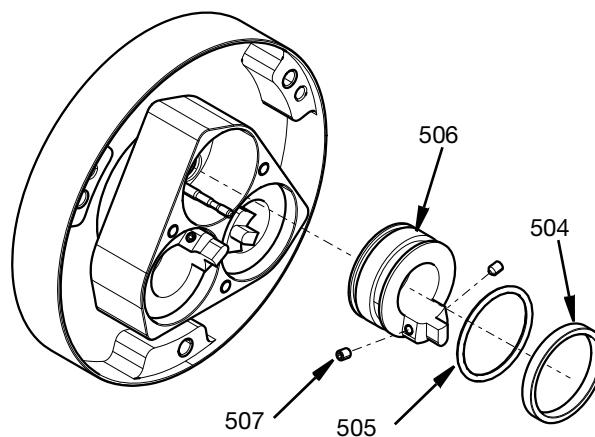

FIG. 11
3. Remover o pistão (506) desapertando os dois parafusos M4 (507) que desbloqueiam a válvula de corte do pistão e da haste. Uma vez removidos os parafusos, o pistão (506) fica acessível. O anel de vedação (505), e o anel guia (504), podem ser removidos. Consulte a FIG. 11.